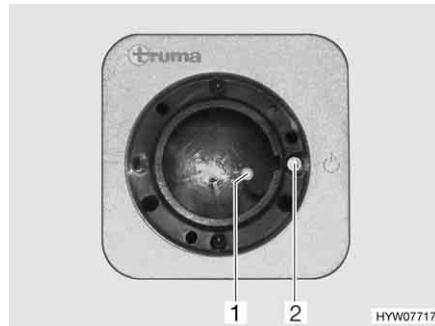
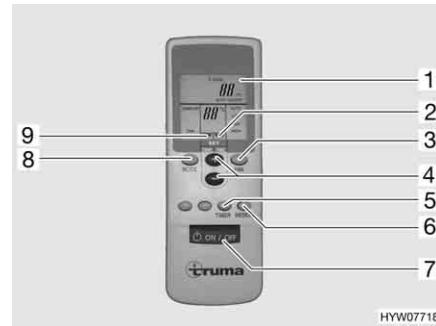

Fig. 126 Ricevitore
Fig. 127 Telecomando
- Accendere il telecomando con l'interruttore (Fig. 127,7). La spia verde di controllo (Fig. 126,1) indica la modalità di raffreddamento.
- Impostare la modalità di funzionamento desiderata con il tasto (Fig. 127,8).
- In caso di necessità, impostare con i tasti (Fig. 127,3 e 4) la potenza della ventola desiderata e la temperatura dell'ambiente. La freccia (Fig. 127,9) indica la modalità di regolazione selezionata.
- ▷ Sul ricevitore si trova un ulteriore interruttore a tasto (Fig. 126,2) con il quale è possibile spegnere e accendere l'impianto di climatizzazione anche senza il telecomando. Quando l'impianto di climatizzazione viene acceso mediante questo interruttore a tasto, viene selezionata automaticamente l'ultima modalità di funzionamento impostata con il telecomando.
- Per spegnere, premere nuovamente il tasto (Fig. 127,7) al telecomando.
- Per programmare l'impianto di climatizzazione, accendere con il tasto (Fig. 127,7) sul telecomando.
- Con i tasti (Fig. 127,8, 3 e 4), impostare la modalità di funzionamento e la temperatura dell'ambiente desiderate.
- Selezionare la funzione desiderata (Fig. 127,1) con il tasto (Fig. 127,5):
- Selezionare il tempo di commutazione desiderato (da 1 a 15 ore) con il tasto (Fig. 127,4). La freccia (Fig. 127,2) lampeggi e indica la modalità di regolazione.
- ▷ Con il tasto (Fig. 127,6) le impostazioni del telecomando vengono ripetutamente inviate al ricevitore.